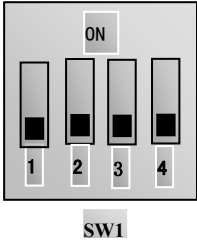

图 4-4 拨码开关
(2) 按方式键，进入编程菜单。
(3) 设置变频器的功能参数：
① 进入 F106 参数，查看设置为 2，控制方式选择 VVVF 控制；
② 进入 F203 参数，设置为 1，选择模拟 A11，0~5V 电压端子频率设定方式；
③ 进入 F208 参数，设置为 1，选择方向端子（OP5 设置为自由停车，OP4 设置为正转；OP6 设置为反转）控制运行；
(4) 对于三相变频器控制端子排附近有一四位红色拨码开关 SW1，如图 4-4 所示。拨码开关的作用是选择电压型模拟量输入端子 A11 的输入范围（0~5V/0~10V）。实际使用时通过 F203 来选择模拟量输入通道。按图示把开关 1 和 3 拨到 OFF 位置，选择 0~5V 电压调速。